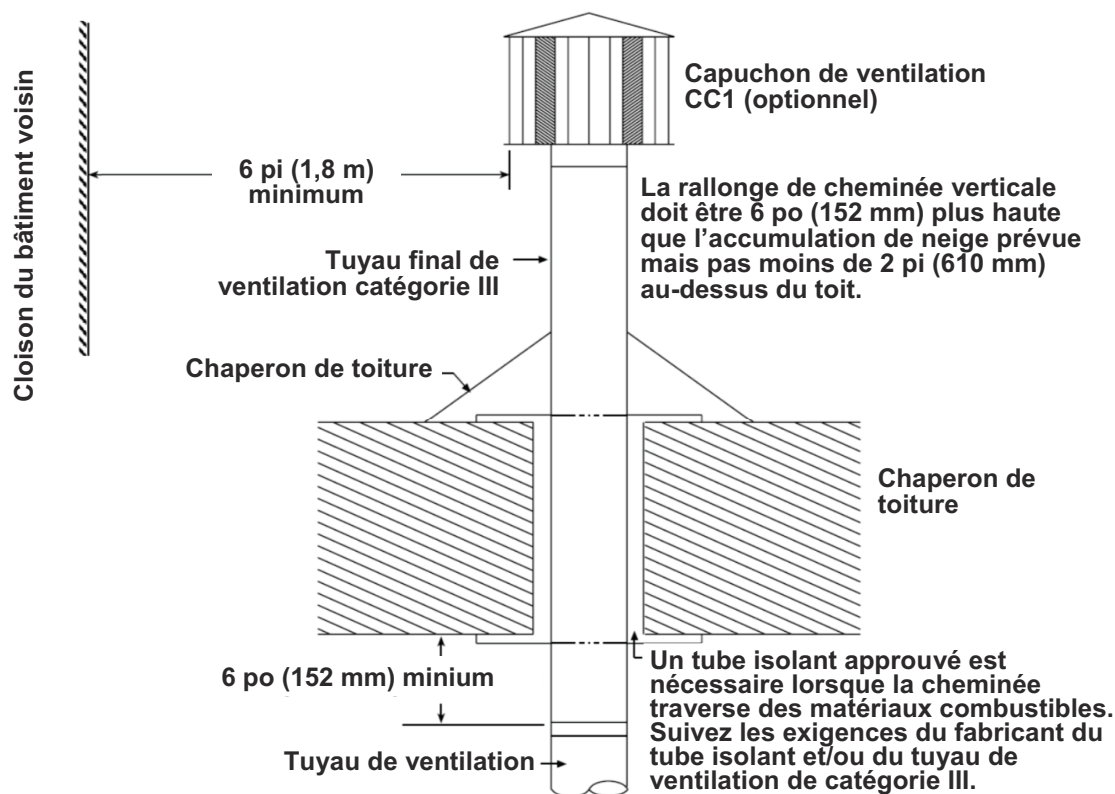

Figure 12. Ventilation verticale
- Installez le terminal d'évent vertical conformément à la Figure 12.